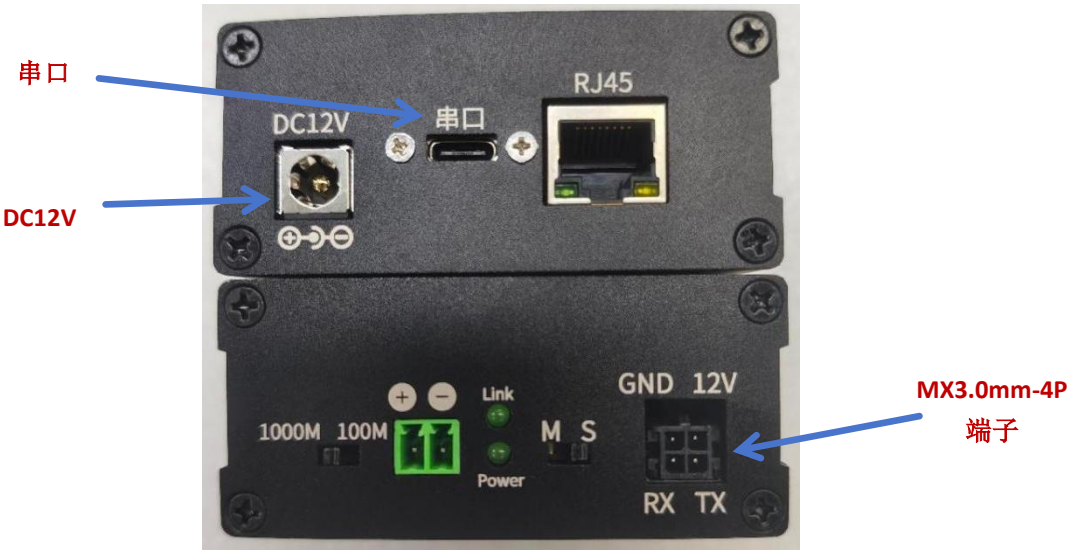

图 3-1 电源转换盒（正反面）
- (1) 分别使用配套的 GSML 线束和 TE 线束连接产品背面的“接口 A”与“接口 B”；
- (2) 电源转换盒正反面如图 3-1 所示，主要使用到 DC12V、串口和 MX3.0mm-4P 三个接口；